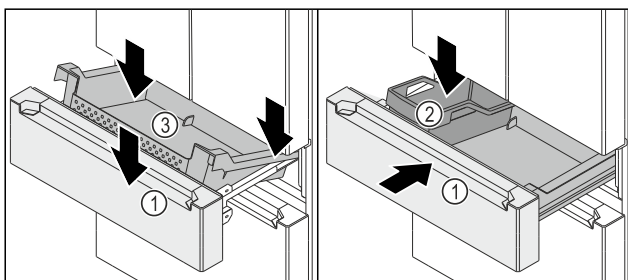

Fig. 149
- ☐ Auszugswagen Fig. 149 (1) ist herausgezogen.
- Behälter Fig. 149 (3) hinten auf den Schienen rechts und links aufsetzen.
- Behälter Fig. 149 (3) vorne absenken, sodass Behälter Fig. 149 (3) die Schienen rechts und links umschließt.
- FlexBox Fig. 149 (2) einsetzen.
- Auszugswagen Fig. 149 (1) einschieben.